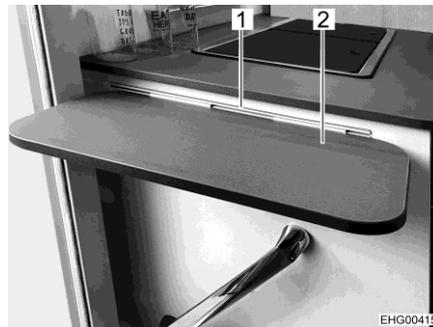

Bild 11 Küchenverlängerungsplatte
- ▶ Bei einem Unfall oder einer Notbremsung kann die Küchenverlängerungsplatte die Insassen des Fahrzeugs verletzen. Vor der Fahrt die Küchenverlängerungsplatte (Bild 11,2) aus der Schiene (Bild 11,1) aushängen und sicher verstauen.